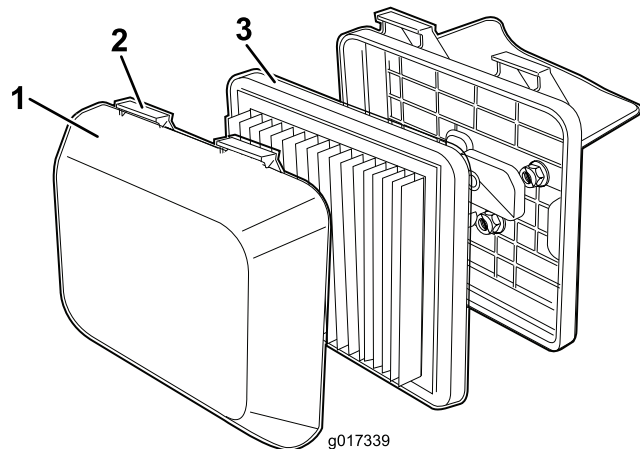

Рисунок 20
1. Нажмите книзу на язычки защелок наверху крышки воздухоочистителя (**Рисунок 20**).
3. Извлеките фильтр (**Рисунок 20**).